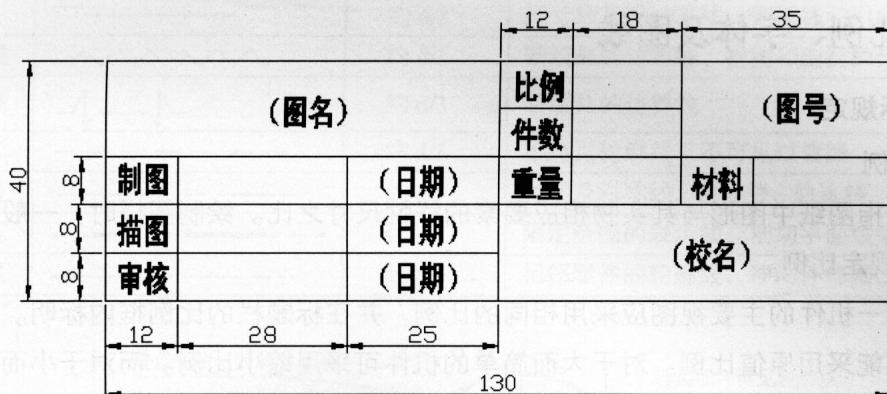

图 1-3 标题栏的格式
每张图样都必须有标题栏，标题栏的格式和尺寸应符合 GB10609.1-1989 的规定，如图 1-3 所示。标题栏的外边框是粗实线，其右边和底边与图纸边框线重合，其余是细实线绘制。标题栏中的文字方向为看图的方向。
(2) 按照图 1-3 所示的标题栏的格式，完成标题栏的绘制，并将其创建成块。